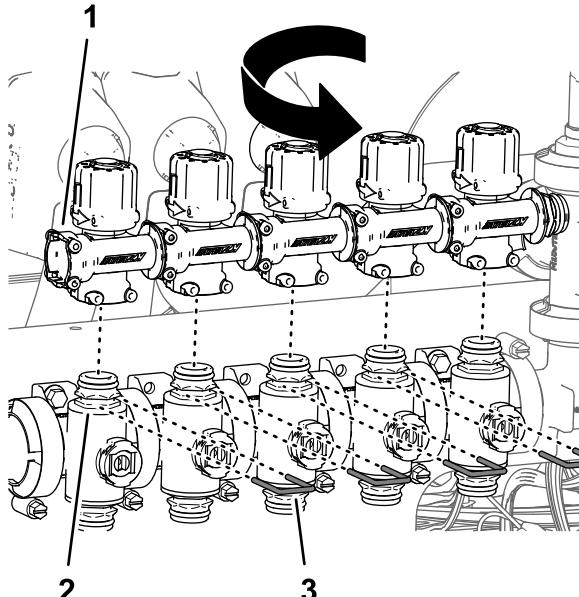

Bild 101
6. Drehen Sie die Sicherheitsventile um 180° und montieren sie an den Schnelltrennanschlussstücken der Abschnittventile (Bild 101).
7. Befestigen Sie die Sicherheitsventile mit den Haltern (Bild 101), die Sie in Schritt 4 entfernt haben, an den Abschnittventilen.
9. Befestigen Sie die Kappen mit den Haltern, die mit den Kappen geliefert werden, auf die Schnelltrennanschlussstücke der Sicherheitsventile für das Düsenventil 5 und Düsenventil 6 (Bild 101).